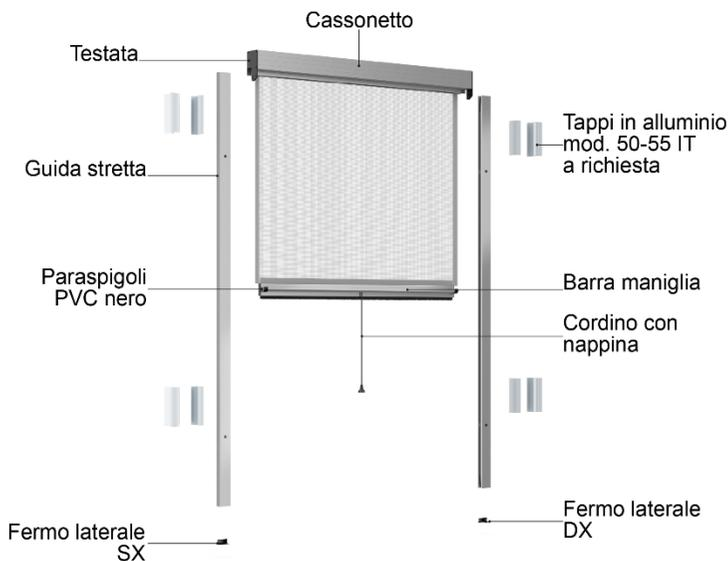
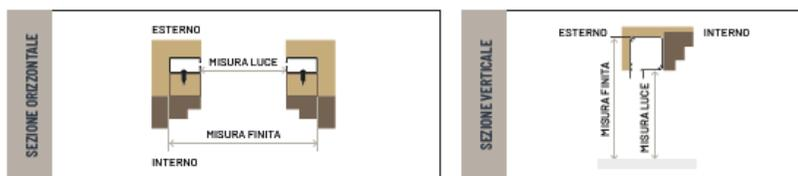

Figura 2
Figura 4
- Muniti degli utensili necessari al montaggio, livella, matita, cacciavite a croce, trapano e punta da muro, procedere al montaggio seguendo i suggerimenti indicati in figura 2 e figura 4